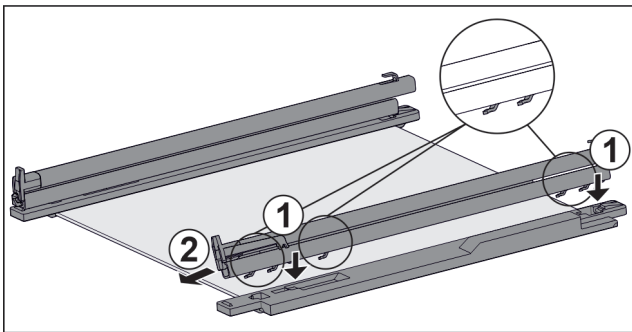

Fig. 224 Pllaka e xhamit me shinat dhe pjesët mbajtëse
- Vendosni kapëset e shinës mbi vrimat e pjesës mbajtëse **të majtë**. Fig. 224 (1)
- Tërhiqni shinën për nga përpara. Fig. 224 (2)
- Vendosni kapëset e shinës mbi vrimat e pjesës mbajtëse **të djathtë**. Fig. 224 (1)